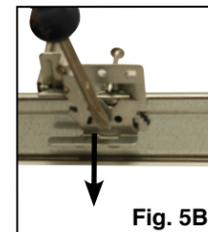

Fig. 5B
6. Si lo desea, doble la brida removible del pie de la barra de suspensión para desprenderla. De esta forma se puede evitar la interferencia con los paneles del cielo raso adyacentes (Fig. 5B).